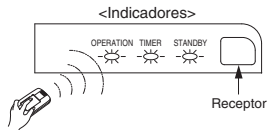

Fig. 9-8
- Aponte o telecomando para o receptor (na unidade principal), (Fig. 9-8)